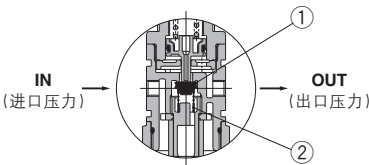
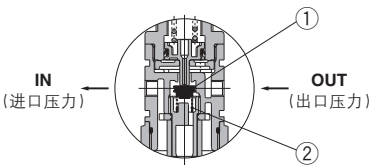

图 1
图 2
入口压力比设定压力高的场合，通常作为减压阀进行动作(图1)。如果入口压力隔断后排气，作用于阀①的压力消失。密封阀①的力量只剩下弹簧②的力量。在出口压力作用下阀①打开，出口压力向入口侧排放(图2)。设定压力低于0.15 MPa时，弹簧②的力量有时不足以打开阀①。
入口压力比设定压力高的场合，单向阀②关闭，作为普通的减压阀进行动作(图1)。
如果入口压力隔断后排气，单向阀②打开，隔膜室内①的压力从入口侧排放(图2)。因此，隔膜室内①的压力降低，调压弹簧③产生力量。隔膜下压，通过阀杆打开阀④出口压力向入口侧排放(图2)。